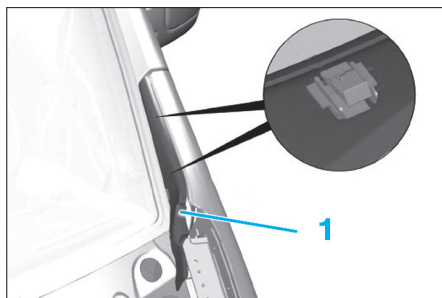

FIG. 1
- les enjoliver des compas de capot moteur (1) (Fig.1).